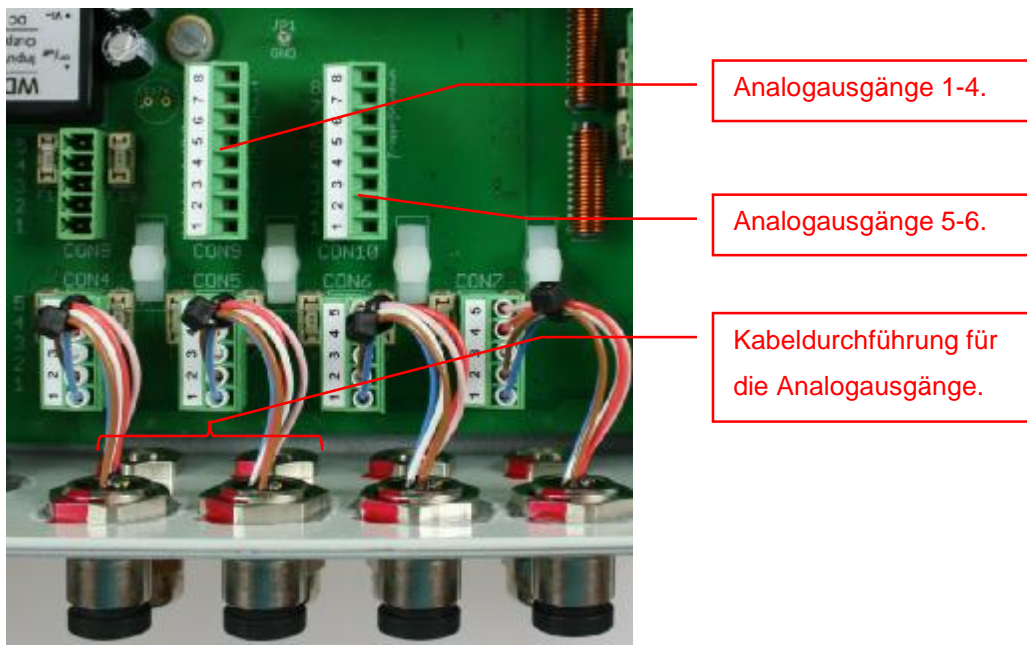

Abbildung 7: Anschlussstecker für Analogausgänge
2. Die Steuerleitung mit markierten Steckern in Abbildung 7 verbinden.